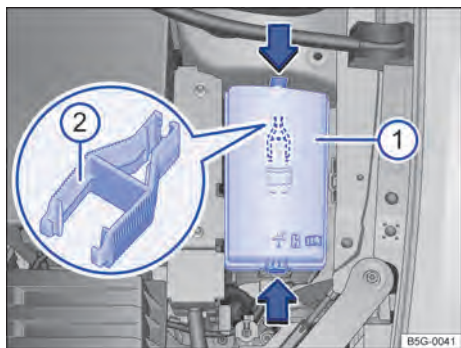

Fig. 152 No compartimento do motor: cobertura ① da caixa de fusíveis com pinça de plástico ②.
→ Fig. 152 ①, para destravar a cobertura da caixa de fusíveis.
No lado interno da cobertura da caixa de fusíveis no compartimento do motor pode haver uma pinça de plástico → Fig. 152 ② para a retirada dos fusíveis.